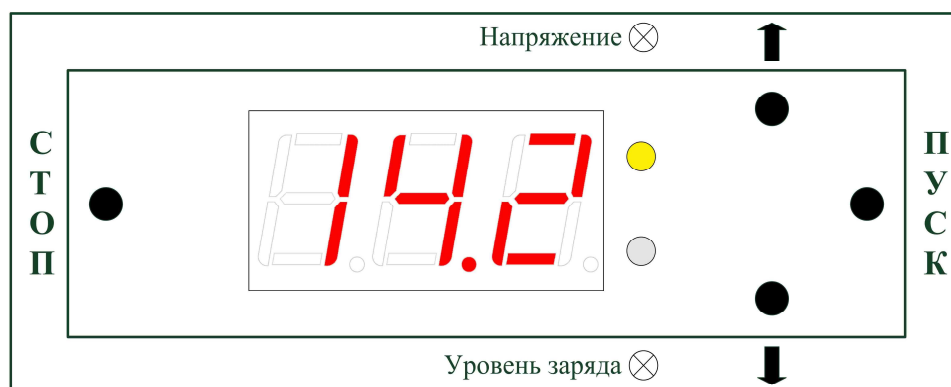

Рисунок 18.
Через короткое время загорится жёлтый светодиод (п.3 на рисунке 15), а светодиодный экран покажет текущее напряжение в вольтах постоянного тока, выдаваемое аккумуляторной батареей (рисунок 18).
5.6. Если во время проигрывания звона снова нажать на кнопку «ПУСК», на экране ненадолго появится отображение текущего напряжения аккумуляторной батареи (рисунок 18), что позволяет в некоторых случаях увидеть причину возможных неисправностей в сети питания, проявляющихся только под нагрузкой.